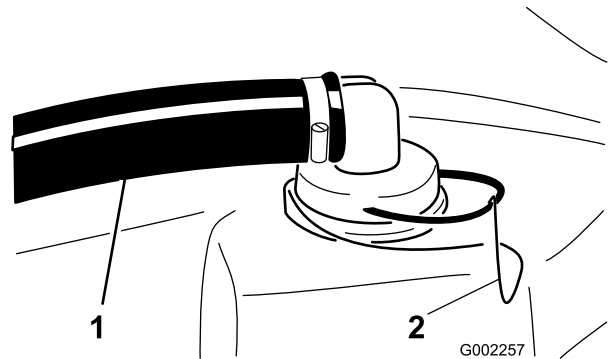

Bild 63
2. Nehmen Sie die Halterung vom roten Anschlussstück ab, an das der dicke Schlauch oben am Tank angeschlossen ist (Bild 63).
3. Schließen Sie den Schlauch vom Tank ab (Bild 63).